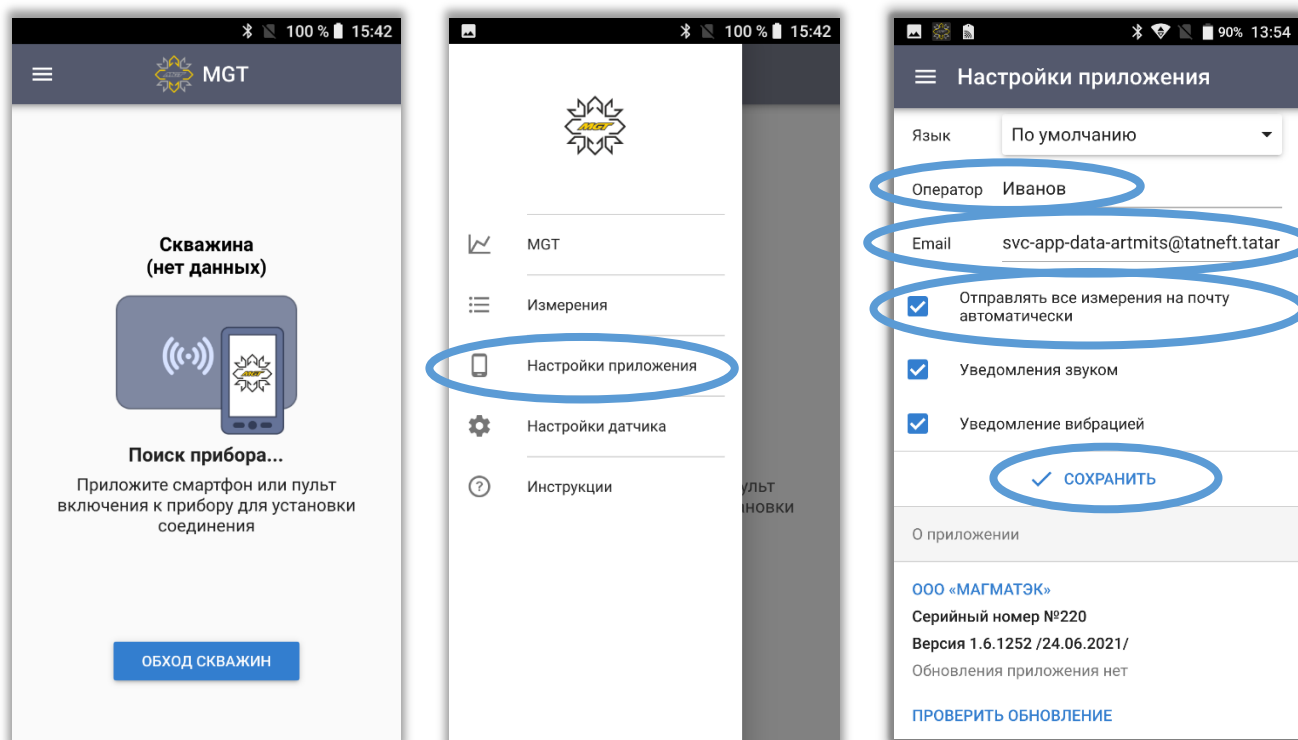

рис.16
4) В поле «**Email**» укажите адрес электронной почты системы АРМИТС **svc-app-data-artmits@tatneft.tatar** (рис.16)